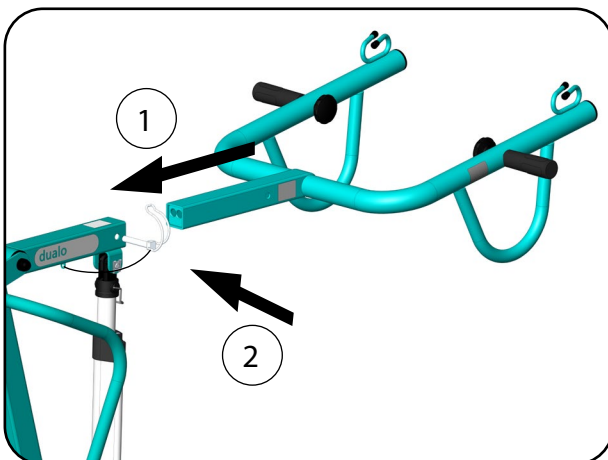

Abb. 8.8.03 - Hebearm aktiv einstecken
4. Stecken Sie den Hebearm aktiv in die Hebearmaufnahme (Abb. 8.8.03).
5. Sichern Sie den Hebearm aktiv mit dem Rohrklappstecker (Abb. 8.8.03).